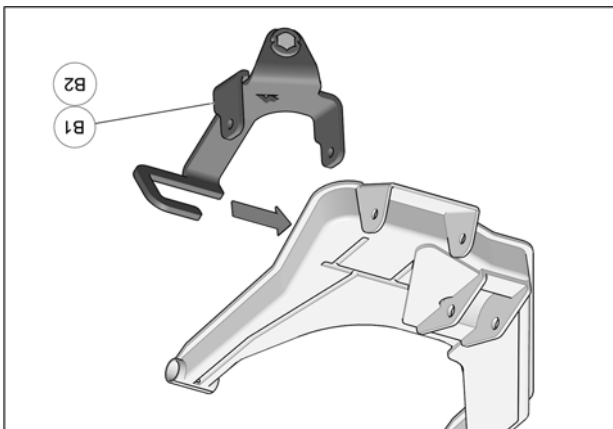

Fig. 6
6. Placer la partie arrière de l'ancrage (B1-B2) en forme de C au bras de suspension inférieur. Fig. 6